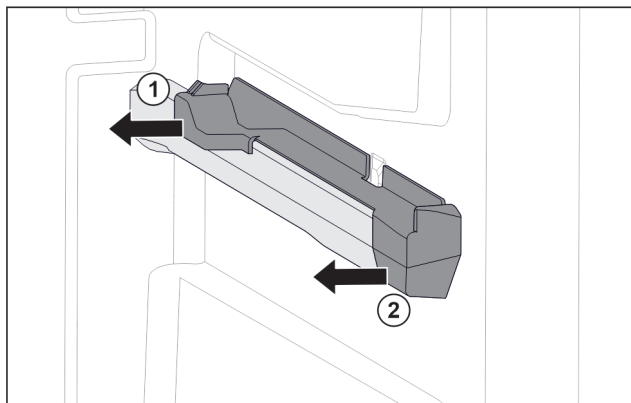

Fig. 114 Élément emboîtable sur la nervure de récipient droite
- Le retirer sur le côté par l'arrière. Fig. 114 (1)
- Le retirer sur le côté par l'avant. Fig. 114 (2)